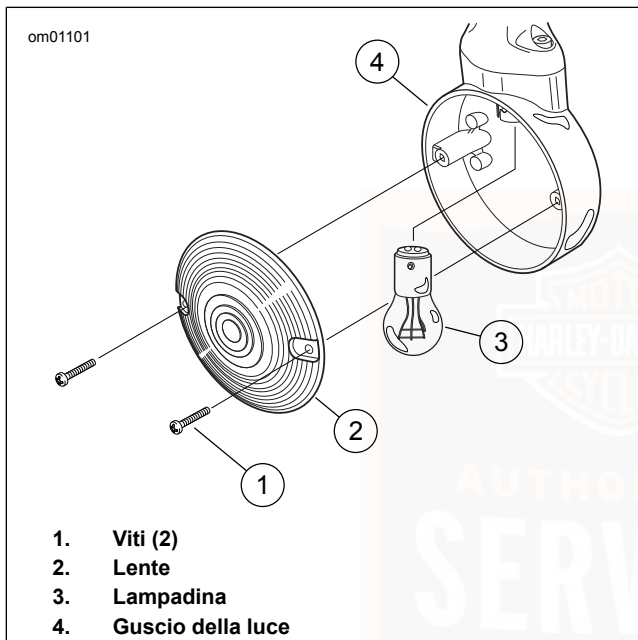

Figura 98. Gruppo degli indicatori di direzione: Stile a lenti piatte
1. Vedere Figura 98. Togliere due viti (1) per staccare le lenti (2) dal guscio della luce (4).
2. Rimuovere la lampadina (3) premendola e girandola in senso antiorario.
6. Fissare le lenti (2) al guscio della luce (4) con due viti (1).